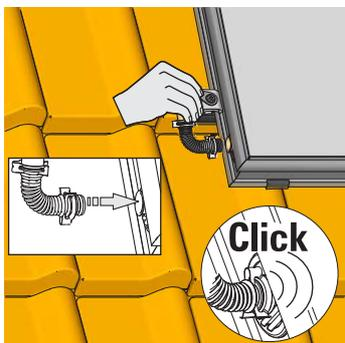

Fig. 3-44 Etape 2
2. Monter les raccords à collerette (fig. 3-44).